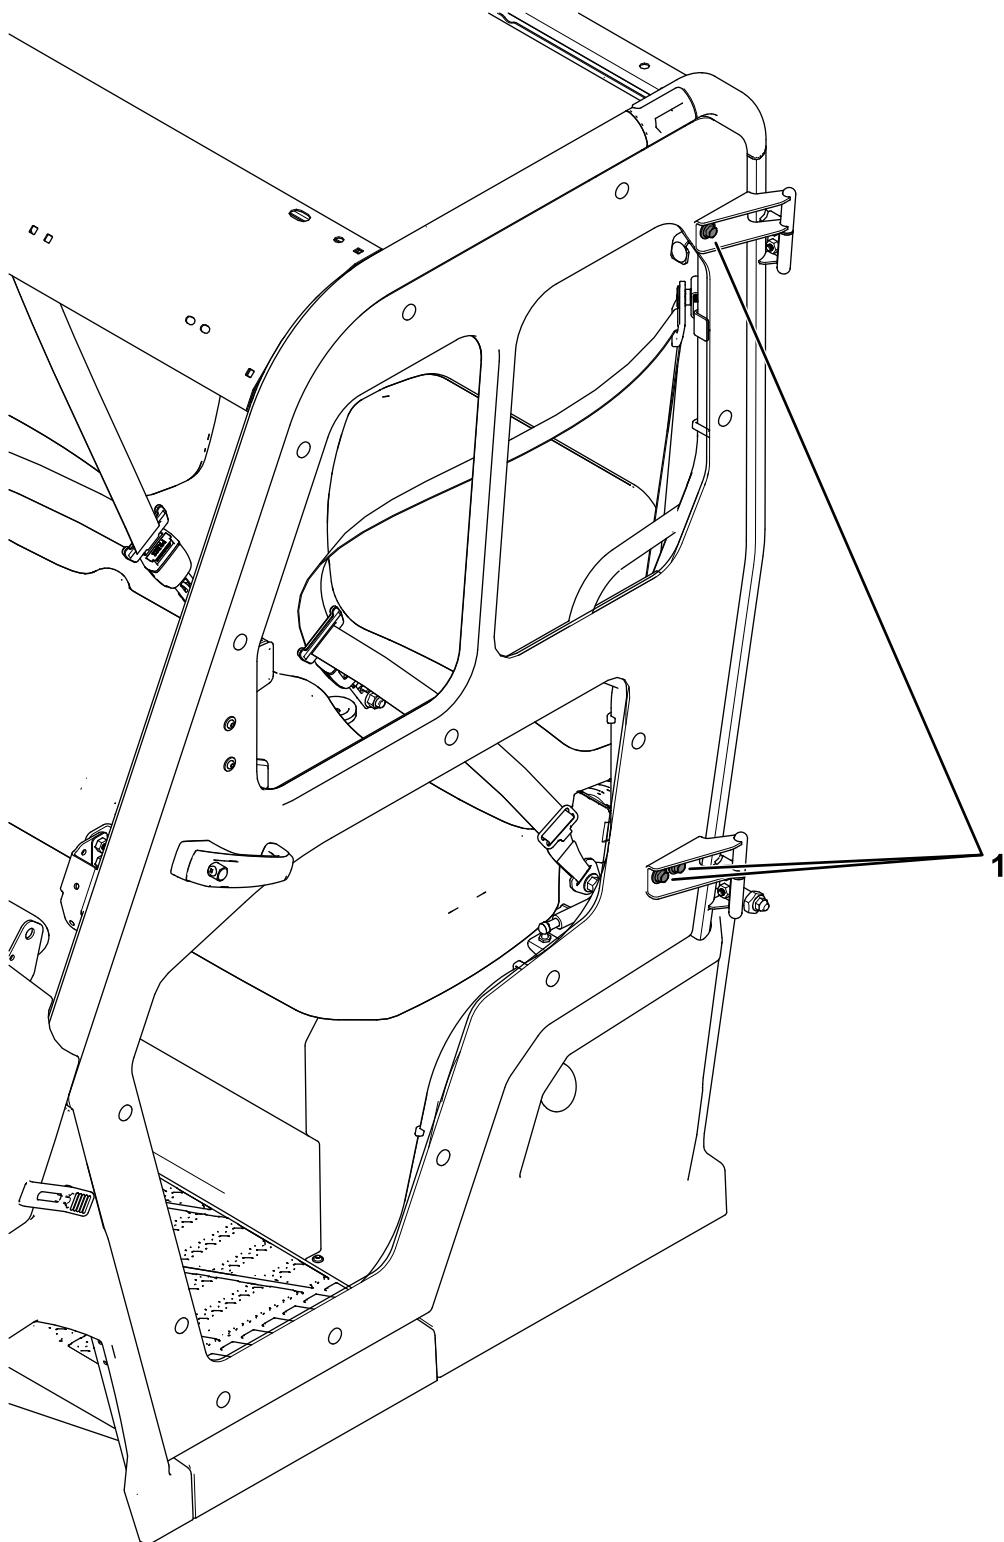

Рисунок 7
4. Ослабьте на дверных петлях 3 болта с шестигранными головками (Рисунок 7).
Затем затяните на дверных петлях 3 болта с шестигранными головками (M8 x 25 мм), показанные на Рисунок 7, с моментом 26 Н·м.